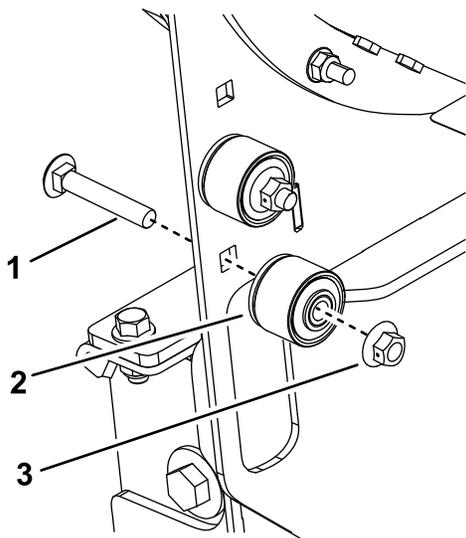

Figure 27
10. Rangez les bagues sur le côté gauche du cadre de la souffeuse à l'aide des fixations (Figure 27).